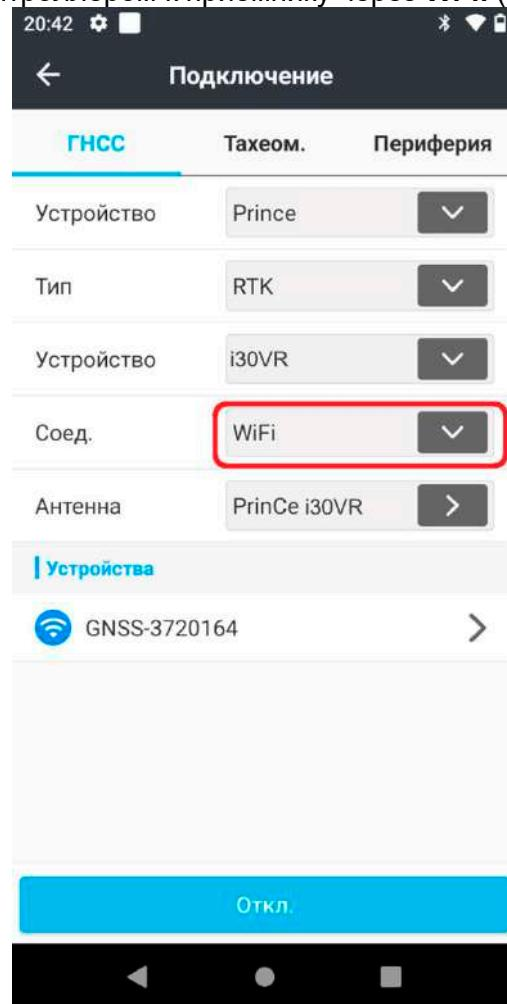

Рис. 2.65
- Подключаемся контроллером к приемнику через Wi-fi (Рис.2.65)